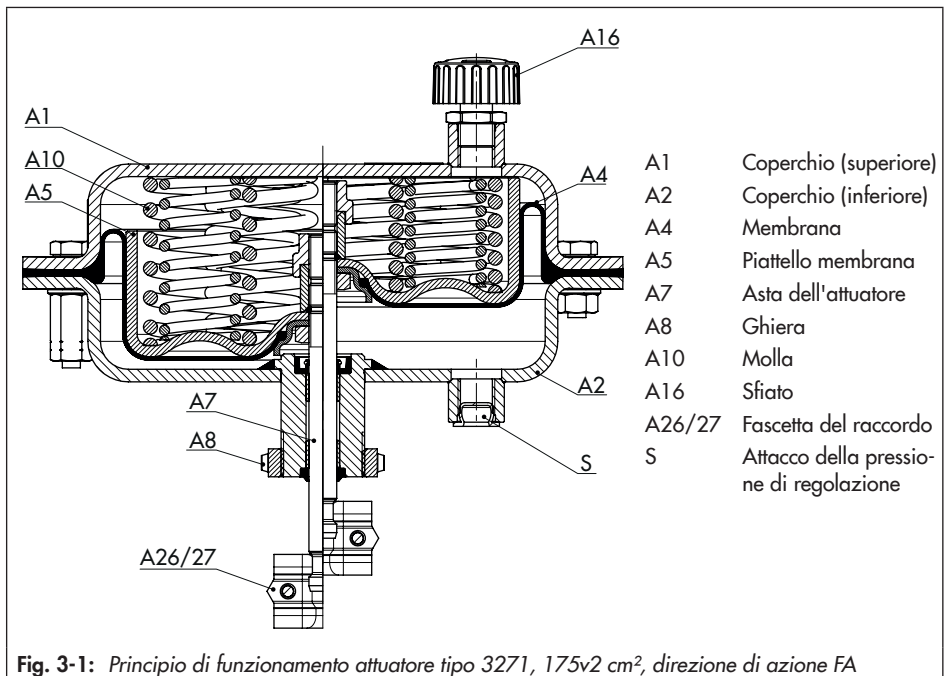

Fig. 3-1: Principio di funzionamento attuatore tipo 3271, 175v2 cm2, direzione di azione FA
Essenzialmente l'attuatore è costituito da due coperchi (A1, A2), dalla membrana (A4) con piattello (A5) e dalle molle (A10), vedere Fig. 3-1.
Nella versione "asta dell'attuatore estesa dalla forza delle molle FA", la pressione di regolazione viene trasmessa attraverso il relativo attacco (S) nella camera della membrana inferiore e sposta verso l'alto l'asta dell'attuatore (A7) contro la forza delle molle (vedere Fig. 3-1).